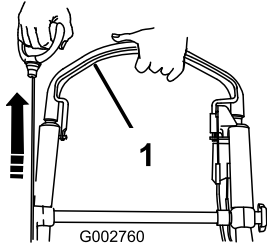

Figura 22
4. Sujete la barra de control de la cuchilla contra el manillar y arranque el motor inmediatamente utilizando el arrancador de retroceso (Figura 22).